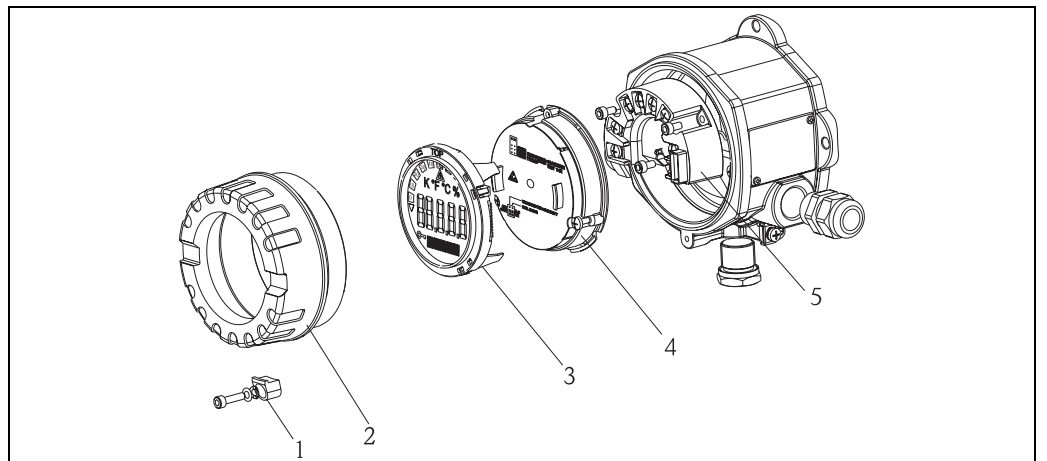

fig. 3 : Orientation de l'afficheur
1. Enlever le crampon du couvercle (v. fig. 3, pos. 1).
2. Enlever le couvercle de l'appareil (v. fig. 3, pos. 2).
3. Retirer l'affichage de l'électronique (v. fig. 3, pos. 3).
4. Desserrer les deux vis de l'électronique et retirer l'électronique (v. fig. 3, pos. 4).
5. Desserrer le raccord de câble de l'appareil (v. fig. 3, pos. 5).